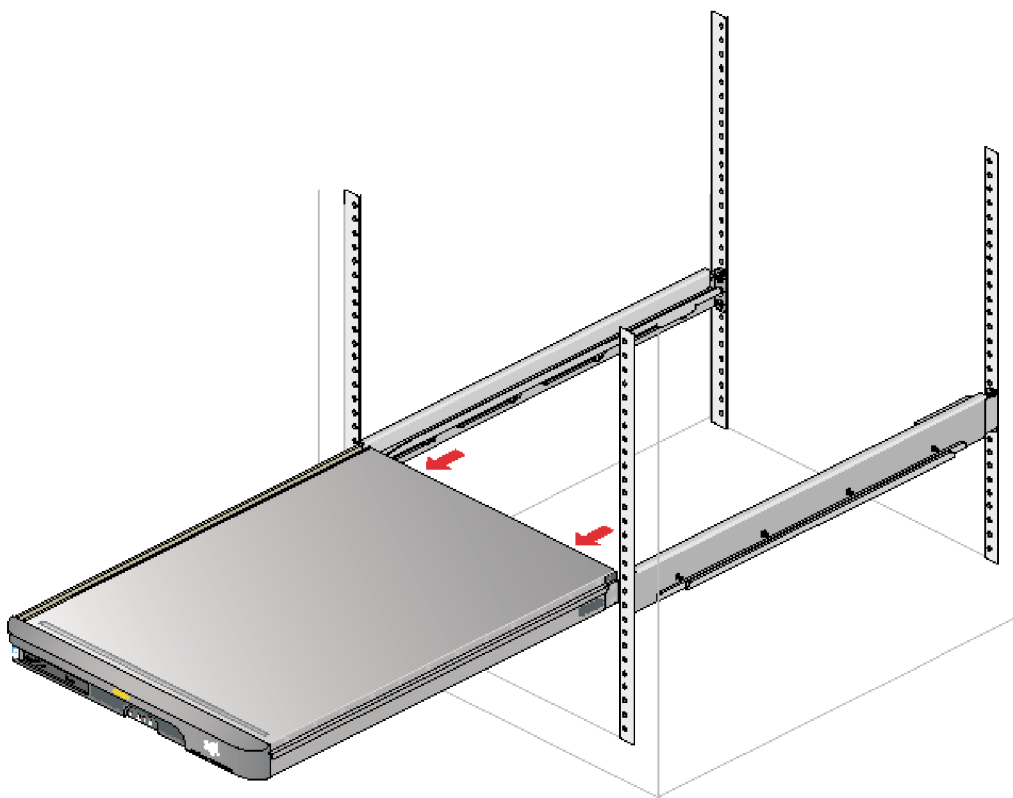

Figure 1-23 Enlèvement de l'unité d'un châssis
4. Tirez doucement pour retirer le module du châssis (il est recommandé de s'y mettre à deux personnes pour cette procédure), jusqu'à ce qu'il soit dégagé des rails (reportez-vous à la figure 1-23) et placez-le sur une surface de travail stable.